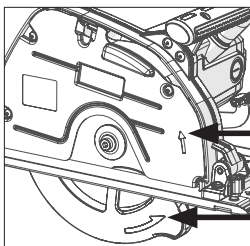

Fig. 6
- Installare la (nuova) lama. Assicurarsi che la freccia di direzione della rotazione stampata sulla lama combaci con le frecce di direzione che si trovano sui coprilama superiore e inferiore dell'utensile. **(Fig.6).**